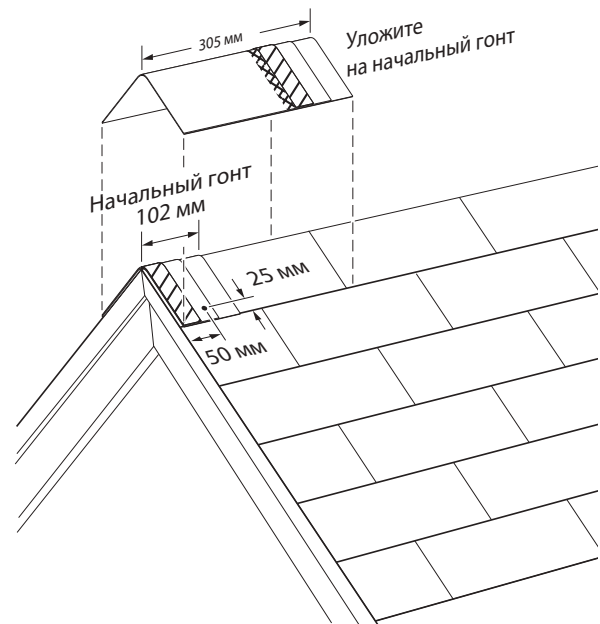
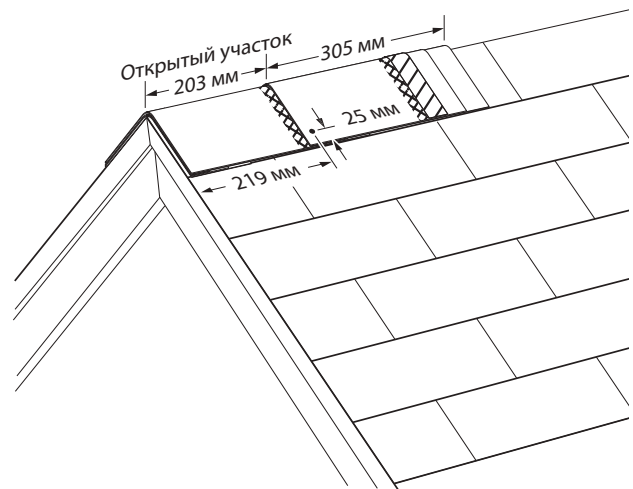

Рис. 12-19. Уложите целый покрывающий гонт на начальный гонт.
Рис. 12-20. Уложите покрывающие гонты, оставляя открытый участок шириной 20,3 см, и прибейте их одним гвоздём с каждой стороны, как показано на рисунке.
**ПРИМЕЧАНИЕ:** У верхнего края каждого покрывающего гонта имеется метка для укладки/выравнивания, позволяющая выровнять кусок гонта по центру на линии конька, и по одной метке с каждой стороны, указывающих надлежащую величину открытого участка и расположение линии тени (Рис. 12-19). Боковые метки укладываемого куска следует выровнять по верхнему краю предыдущего гонта.
При закреплении начального гонта вбейте гвоздь на расстоянии 2,5 см **внутри** от каждой боковой кромки и на расстоянии примерно 5 см выше открытой кромки начального гонта, убедившись, что гвоздь входит в обрешётку на 19 мм или проходит через неё насквозь (см. Рис. 12-19). При закреплении каждого целого гонта Cedar Crest, вбивайте гвозди на расстоянии 22 см выше его открытой кромки и 2,5 см внутрь от каждой боковой кромки (см. Рис. 12-20).
Уложите основную часть кровельного покрытия до ребра или конька с обеих сторон крыши и обрежьте гонты вровень на обеих сторонах. Убедитесь, что гонты Cedar Crest будут надлежащим образом закрывать верхний ряд гонтов с обеих сторон ребра или конька. Подготовьте начальный гонт шириной 10 см, **отрезав нижний кусок с цветными гранулами шириной 20,3 см** от одного гонта Cedar Crest. Уложите начальный кусок гонта шириной 10 см с приподнятой кромкой накрываемого участка на нижний угол ребра или на любой конец конька таким образом, чтобы он нависал над углом ребра или концом конька примерно на 13 мм, и согните начальный гонт по центральной линии, чтобы придать ему форму, необходимую для укладки (см. Рис. 12-19). Вбейте гвоздь с каждой стороны примерно на 5 см выше края открытого торца начального гонта и в 2,5 см внутрь от каждой боковой кромки гонта.
Затем уложите целый гонт размером 30,5 x 30,5 см на начальный гонт, согнув его по центральной линии, чтобы придать ему форму, необходимую для укладки на ребро или конёк, вровень с нижним и боковыми краями начального гонта. Прибейте гонт двумя гвоздями длиной не менее 45 мм таким образом, чтобы один гвоздь находился с каждой стороны гонта на расстоянии 22 см от торца и 2,5 см внутрь от каждой боковой кромки (см. Рис. 12-20).